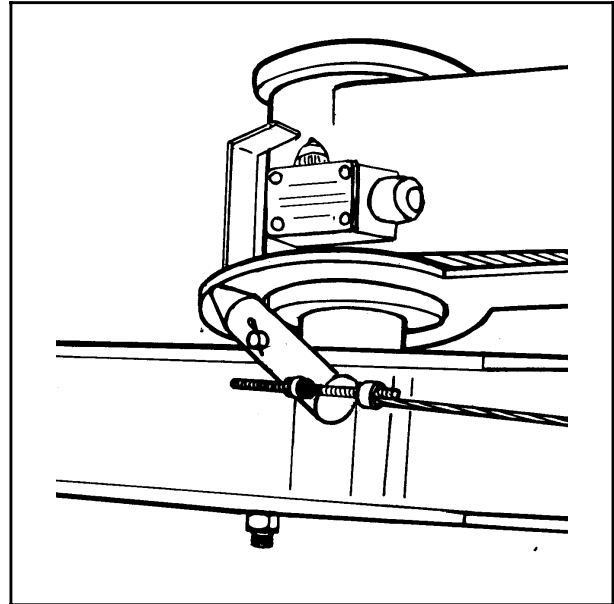

Bild 5-2
- 5.4 Der Sicherheitsbügel besteht aus einem Auslösebügel, der über einen Draht mit einem Wipparm verbunden ist und über eine Gleitplatte einen kleinen elektrischen Schalter betätigt. (Abb. 5-2). Sobald der Stromkreis unterbrochen wird, wird der Ölstrom abgestellt und alle Funktionen werden angehalten. Dieser Zustand ist daran zu erkennen, daß in der Anzeige im Zählwerkkasten drei Punkte aufleuchten. (Siehe Kapitel 7.1).